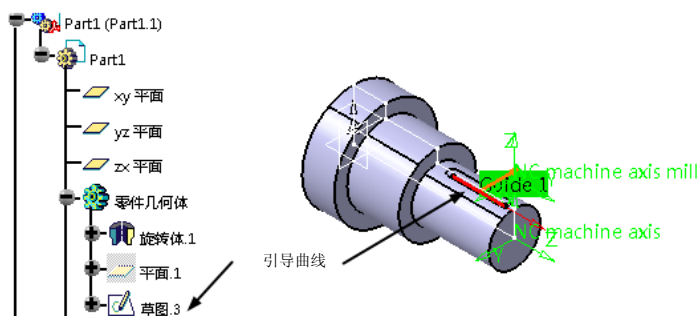

图 7-119 选择引导曲线
- 选择引导曲线。单击“Multi-Axis Curve Machining”对话框中的, 切换到几何参数选项卡, 单击对话框中的引导曲线感应区, 选择如图 7-119 所示的螺旋线作为引导曲线, 如图 7-119 所示, 在空白处双击鼠标左键返回。